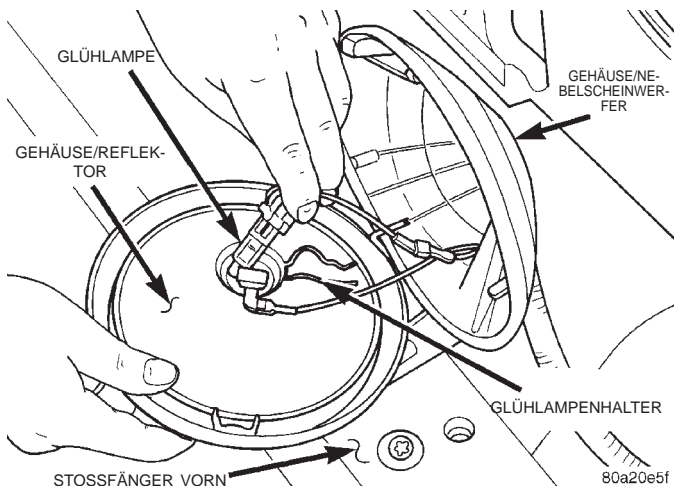

Abb. 1 Glühlampe des Nebelscheinwerfers
- (1) Die Schrauben lösen, mit denen der Reflektor am Leuchtengehäuse befestigt ist.
- (2) Reflektor vom Leuchtengehäuse abnehmen.
- (3) Glühlampenhalter zusammendrücken und vom Reflektor abnehmen.
- (4) Glühlampe samt Fassung vom Reflektor abnehmen (Abb. 1).
- (5) Steckverbinder von der Glühlampe abziehen.